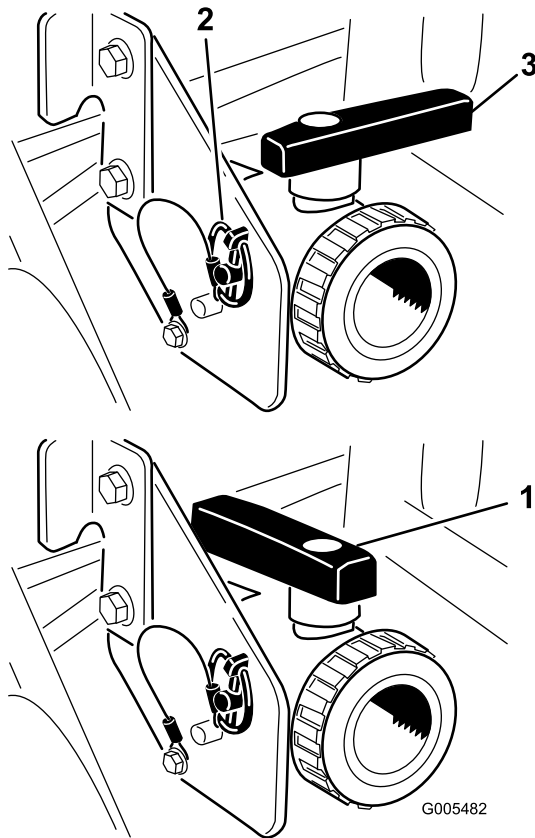

Figura 27
Utilice la manija de vaciado del depósito para vaciar del depósito cualquier material no utilizado, y elimine dicho material de acuerdo con la normativa local y las indicaciones del fabricante del mismo (Figura 27). Tras el vaciado, retire los pasadores de seguridad del soporte que fija la válvula de vaciado a la máquina y deje la válvula en el suelo. Así conseguirá vaciar todos los residuos existentes en la línea.
3. Cuando el depósito se haya vaciado completamente, instale la válvula en el bastidor montando el pasador de seguridad previamente retirado y cierre la válvula de vaciado (Figura 27).